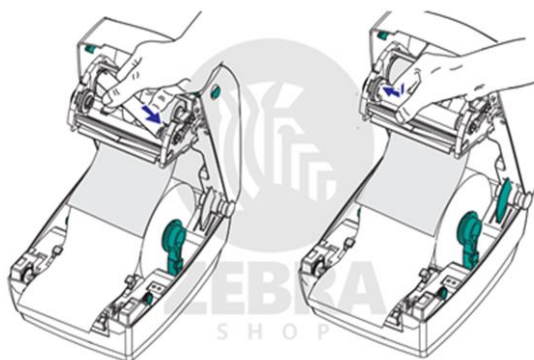

Figura 2 – passo dois
2. Colocar o tubete nas bobinas de recolhimento da impressora e girar o tubete vazio até que as ranhuras fiquem alinhadas e presas no lado esquerdo do eixo de recolhimento (figura 2);